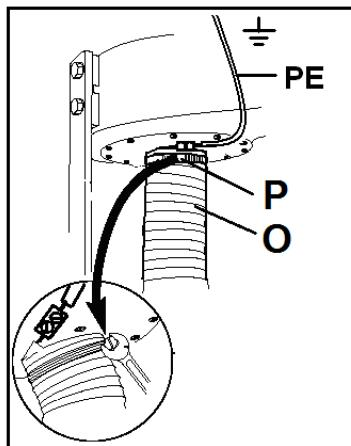

Рис. 12
Воспользуйтесь одним хомутом (P), чтобы присоединить шланг (O) ко входному патрубку (Рис. 12).